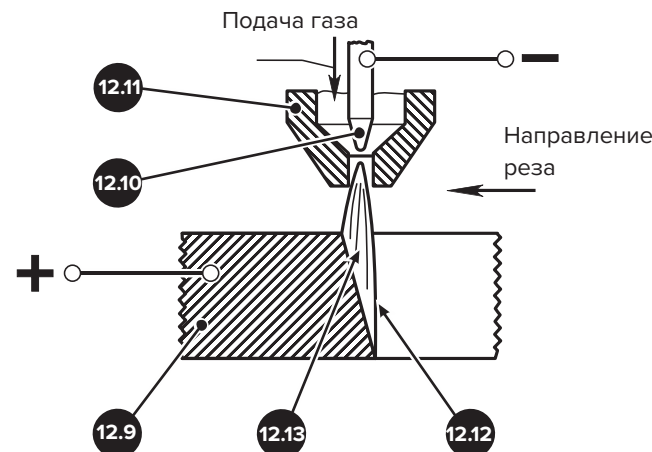

Рисунок 3.1 — Схема плазменной резки
• Общий вид аппарата и кабелей показан на рисунках 1, 1.1, 2 и 3, его подробное устройство приведено на схеме сборки. Схема процесса плазменно-дуговой резки приведена на рис. 3.1. Данный аппарат является удобной и компактной установкой для плазменно-дуговой резки металлов (режим CUT), и ручной электродуговой сварки металлов (режим MMA). Аппарат работает со сжатым воздухом, поступающим от обычного компрессора или соответственно от центральной системы снабжения сжатым воздухом. С помощью данного аппарата можно недорого и с хорошим качеством производить резку углеродистых стальных листов толщиной до 16 мм. В аппарате данной конструкции на основе инверторной технологии выходной постоянный ток не зависит от изменений напряжения питания в центральной электрической питающей сети и от длины сжатой электрической дуги. В течение всего процесса плазменно-дуговой резки параметры тока поддерживаются неизменными, обеспечивая высокое качество резки любых металлов. Аппарат оснащен системами безопасности, которые отключают подачу электроэнергии, когда сварщик занимается обслуживанием плазматрона, и производящими контроль над состоянием электрода и сопла. Дежурная дуга, возбуждается при помощи осциллятора, который автоматически выключается, как только возбуждается основная дуга, таким образом, ограничивая высокочастотные помехи в систему управления и окружающую среду. Рисунки настоящей инструкции носят ознакомительный характер, поэтому возможны некоторые различия между описанием и конструкцией некоторых узлов и деталей аппарата.
- Сущность процесса плазменно-дуговой резки заключается (см. рис. 3.1) в использовании в качестве источника нагрева разрезаемого металла 12.9, столба сжатой электрической дуги 12.13, обдуваемой сжатым воздухом. В результате обдува, сжатый воздух нагревается и ионизируется, т.е. распадается на положительно и отрицательно заряженные частицы, и превращается в поток плазмы с высокой плотностью энергии и температурой около +15 000 °С. Сжатая электрическая дуга 12.13 интенсивно расплавляет разрезаемый металл 12.9 по линии реза, а плазменная струя 12.12 выходя из сопла 12.11 плазматрона, удаляет расплав из разреза. Сжатие электрической дуги 12.13 давлением плазмообразующего газа и стенок сопла 12.11, с образованием плазменной струи 12.12 производится в плазматроне — специальной горелке для резки. Сжатая электрическая дуга 12.13 является дугой прямого действия, возбуждаемой между электродом 12.10 и разрезаемым металлом 12.9, составляющими электрическую цепь постоянного тока прямой полярности.